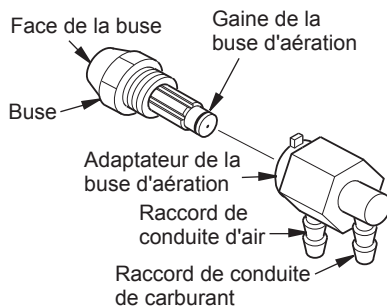

Figure 16 - Buse d'aération et son adaptateur
6. Soigneusement enlever la buse de l'adaptateur de tuyère en utilisant 5/8" clé à douille (voir figure 16).
9. Remplacer la buse dans l'adaptateur de buse jusqu'à ce que les sièges de buses. Serrer tiers à son tour plus de 5/8" clé à douille de 4,5 à 5,1 Nm (40 à 45 pouces-livres). Voir figure 16.